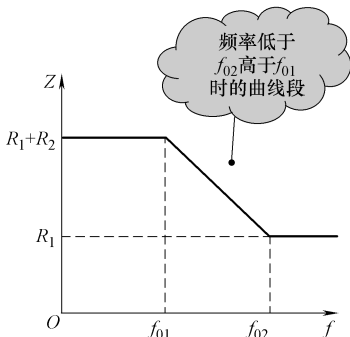

图 9-49 输入信号频率在高于转折频率  $f_{01}$  而低于  $f_{02}$  的频段内情况示意图
3) 输入信号频率在高于转折频率  $f_{01}$  而低于  $f_{02}$  的频段内情况。如图 9-49 所示是输入信号频率在高于转折频率  $f_{01}$  而低于  $f_{02}$  的频段内情况示意图, 当信号频率在高于转折频率  $f_{01}$  而低于  $f_{02}$  的频段时, 由于  $C_1$  的容抗不是很大也不是很小, 即可以与  $R_2$  的阻值相比拟, 这样,  $C_1$  不能相当于开路也不能相当于短路, 此时该电路总的阻抗在  $R_1 + R_2$  和  $R_1$  之间变化, 随频率升高从  $R_1 + R_2$  降低到  $R_1$ , 如图所示。